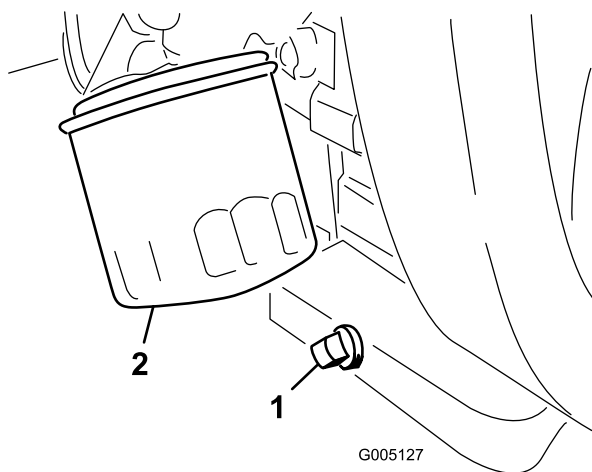

Figura 48
1. Retire el tapón de vaciado (Figura 48) y deje fluir el aceite a un recipiente apropiado. Cuando el aceite deje de fluir, coloque el tapón de vaciado.
2. Retire el filtro de aceite (Figura 48). Aplique una capa ligera de aceite limpio a la junta del filtro nuevo.